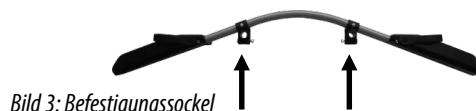

Bild 3: Befestigungssockel
- Lösen Sie die Mutter und ziehen Sie die Schlossschraube aus den Befestigungssockeln der Erweiterungsschiene heraus (Bild 3 und 3 a).